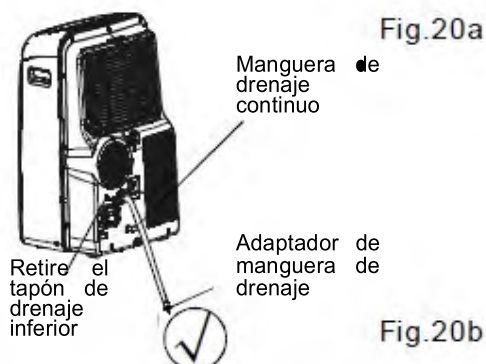

Fig.20b
- En el modo de bomba de calor, retire el tapón de drenaje inferior de la parte posterior de la unidad, instale el conector de drenaje (reparador hembra de 5/8" universal) con manguera de 3/4" (adquirida localmente). Para los modelos sin conector de drenaje, sólo conecte la manguera de drenaje al orificio. Coloque el extremo abierto del adaptador de manguera directamente sobre el área de drenaje en el piso del sótano. Por favor, consulte la Fig.20b.